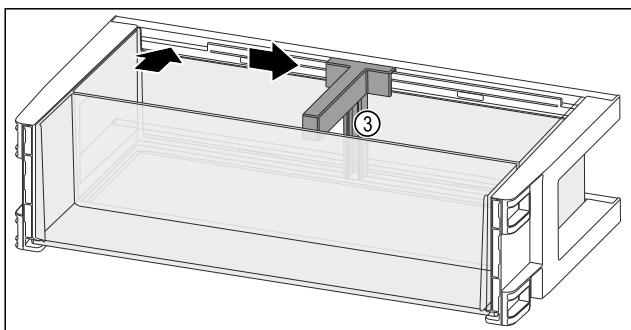

Fig. 99
- ▶ Поставете преградата за бутилки Fig. 99 (3) в прореза.
- ▶ Пълзнете преградата за бутилки Fig. 99 (3) настрани до желаната позиция.